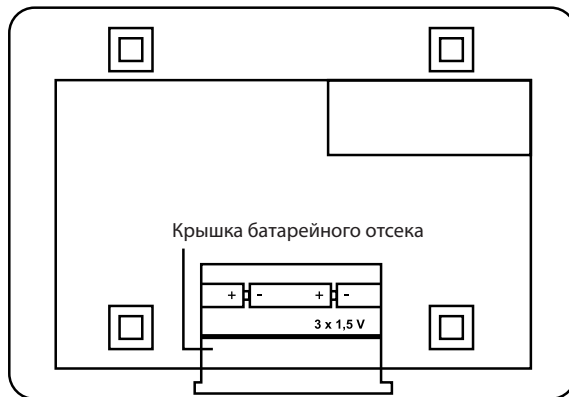

Рис.1. Внешний вид прибора
4.1. Прибор представляет собой сложное оптико-электронное устройство. Конструктивно прибор выполнен в виде малогабаритного переносного блока (рисунок 1).